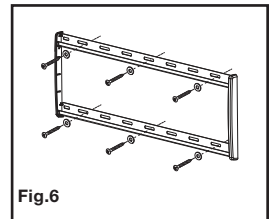

Fig.6
- Coloque la placa para la pared contra la pared sobre las anclas insertadas y conéctela usando los pernos de fijación M6.3 x 63 (A) y las arandelas (B) suministrados (ver Fig. 6). **No apriete en exceso estos pernos y no suelte la placa de la pared hasta que todos los pernos estén en su lugar.** Asegúrese de que el rack permanezca nivelado después de que todos los pernos estén asegurados.